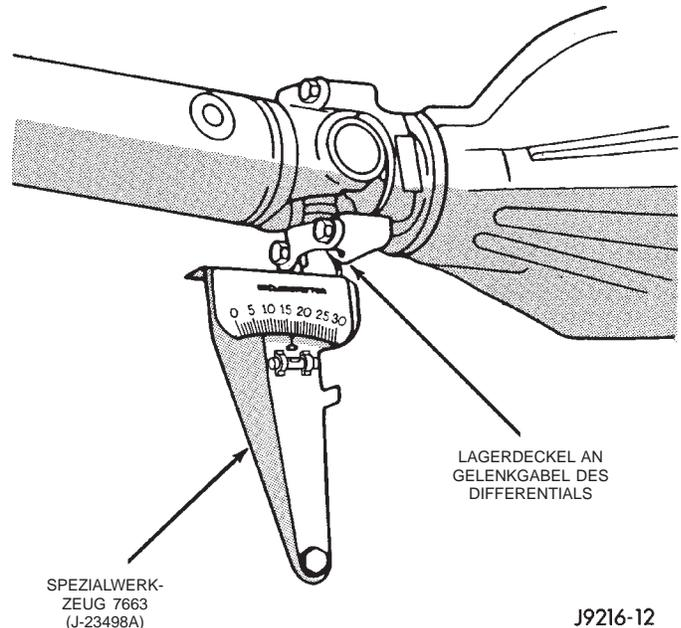

Abb. 11 Winkel am hinteren Kreuzgelenk des Wellenstrangs messen (B)
(5) Die kleinere Zahl von der größeren abziehen (C minus A), um den Beugungswinkel des vorderen Kreuzgelenks zu erhalten.
(6) Wellenstrang um 90° drehen und das Winkelmeßgerät an der Gelenkgabel der Differential-Gelenkwelle befestigen (Abb. 11). Die Luftblase in der Libelle zentrieren und den Winkelwert ablesen.